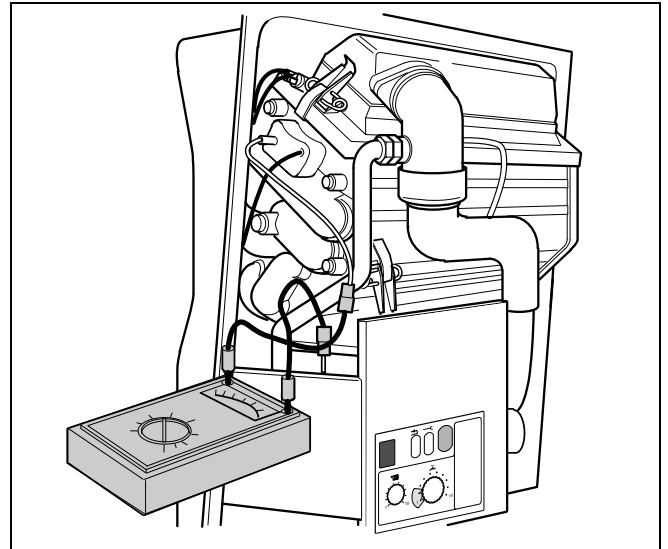

Abb. 31 Ionisationsstrom messen
- Steckverbindung des Überwachungskabels lösen und Messgerät in Reihe anschließen (Abb. 31). Am Messgerät den  $\mu\text{A}$ -Gleichstrombereich wählen. Das Messgerät muss eine Auflösung von min.  $1 \mu\text{A}$  haben.